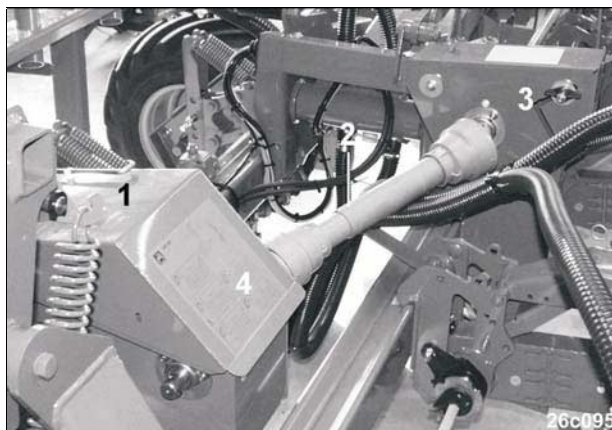

Рис. 106
- подбора звездочек регулирующего привода (Рис. 106/1) и
- подбора понижающей ступени „X“, „Y“ или „Z“ во вторичной передаче (Рис. 106/3).
Установочные параметры понижающих ступеней „X“ и „Y“ определяются по таблице установок редуктора (Рис. 106/4). Регулируются межзерновые расстояния с 36-ступенчатым точным шагом от 3,1 до 53,8 см.